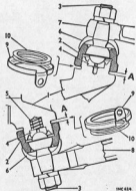

Abb. K.6
- (9) Obere Kugelbolzengruppe zusammenbauen. Kugelbolzen, Bolzen und Mütter ohne Packschreiben und Sperrscheibe einbauen.
- (10) Kugelbolzenhalter herunterdrehen, bis kein freies Spiel zwischen Kugelbolzen und seinem Sitz vorhanden ist. Abstand zwischen Halter und Schwachstelle messen, siehe Abb. K.6.
- (11) Beachten, daß die Stärke einer neuen Sperrscheibe 0,3 mm beträgt. Diese Zahl von unter (10) festgestelltem Abstand abziehen, um die richtige Stärke der benötigten Ballgesellschaft zu erhalten. Die Gruppe muß schließlich ein Längenspiel von Null bis 0,7 mm aufweisen; ggf. weitere Ballgesellschaft hinzufügen um richtige Einstellung zu erzielen.
- (12) Dichtung mit Fett füllen und Gruppe komplett mit Ballgesellschaft und neuer Sperrscheibe an Nabe montieren.
- (13) Kugelbolzenhalter mit Service-Werkzeug 180 372 und Ansatz 180 587 auf den in den "ALLEGRETTINI DATEN" aufgeführten Wert anziehen.
- (14) Arbeiten (9) bis (13) für den unteren Kugelbolzen wiederholen, außer daß die in unterem Aggregat vorhandene Feder ausbauen ist um den Abstand wie unter (10) beschrieben messen zu können und beim endgültigen Zusammenbau wieder unter den Kugelbolzen zu legen ist.
- (15) Sperrscheibe gegen drei Schlüsselrillen des Kugelbolzenhalters anschlagen (siehe Schlüsselrille auf den Modellen mit Scheibenbremsen neben der Bremsscheibe zu liegen kommen).
- (16) Ggf. neue Kugelbolzen-Staubdichtbringe einbauen.